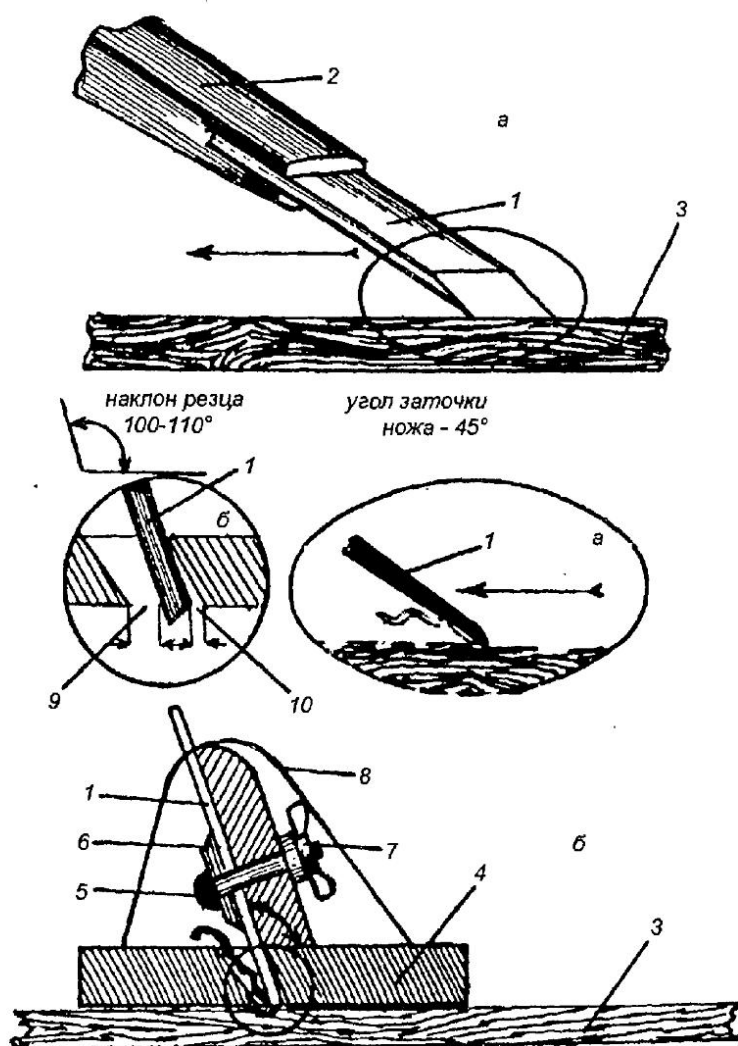

Рис. 155. Цикля
**Цикля.** Цикля представляет собой простую металлическую пластину с заточенной кромкой. Сама металлическая пластина закрепляется в деревянные колодки. Применяют два вида циклей: корпусная цикля и нож-цикля (рис. 155).
**Нож-цикля** — это режущий нож, насаженный на рукоятку (рис. 155 а). Оптимальные размеры ножа — 150×90×2 мм, 100×70×1,5 мм, 120×90×2 мм. Заточка ножа прямая. Для того чтобы образовывались заусенцы, при наличии которых обеспечивается зачистка, кромки цикли необходимо развальцевать. Для этого циклю (нож) зажимают в тисках и сильно нажимают на угол кромки круглым полированным стальным стержнем (диаметром 12 мм).
**Корпусная цикля** (рис. 155 б) имеет основу — подошву (4) и корпус (8), в которых винтом (5) и гайкой (7) закрепляется нож (1). Стационарная заточка ножа 45°, угол наклона ножа — 100–110°. В подошве (4) при закрепленном ноже конструктивно предусмотрены два зазора — один (9) для выхода стружки, другой (10) за режущей кромкой обеспечивает пластичность ножу (1), что способствует перемещению стружки перед резцом. Режущая кромка ножа выступает из подошвы не более чем на 0,5–1 мм.